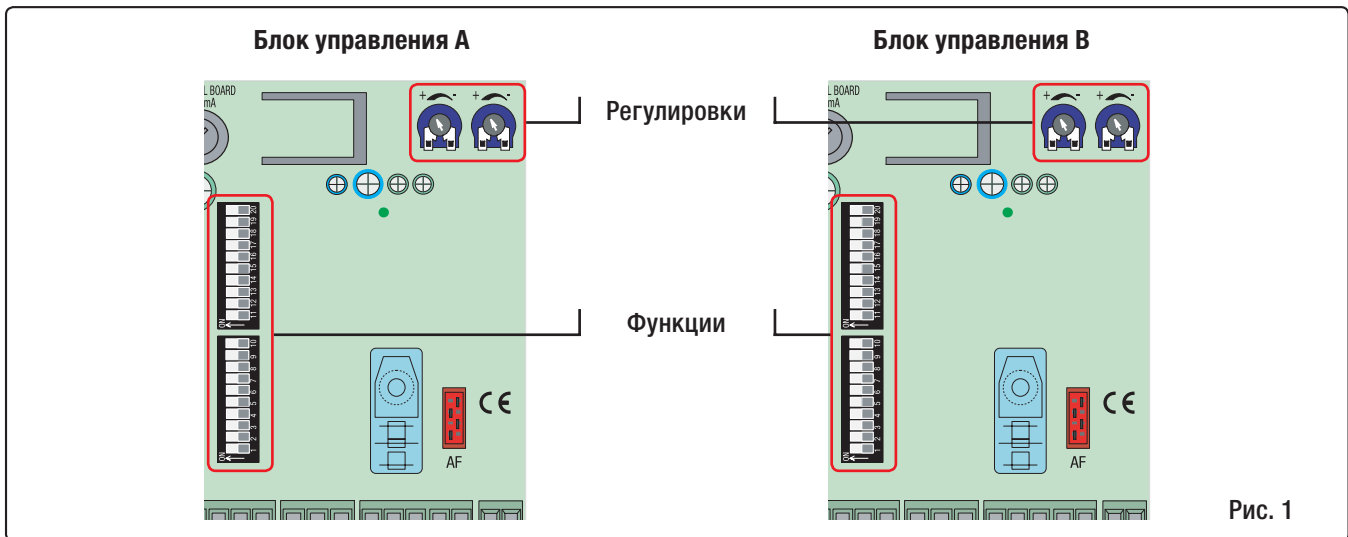

Рис. 1
- Выберите одинаковые функции и настройки (рис. 1) на обоих блоках управления (А и В).